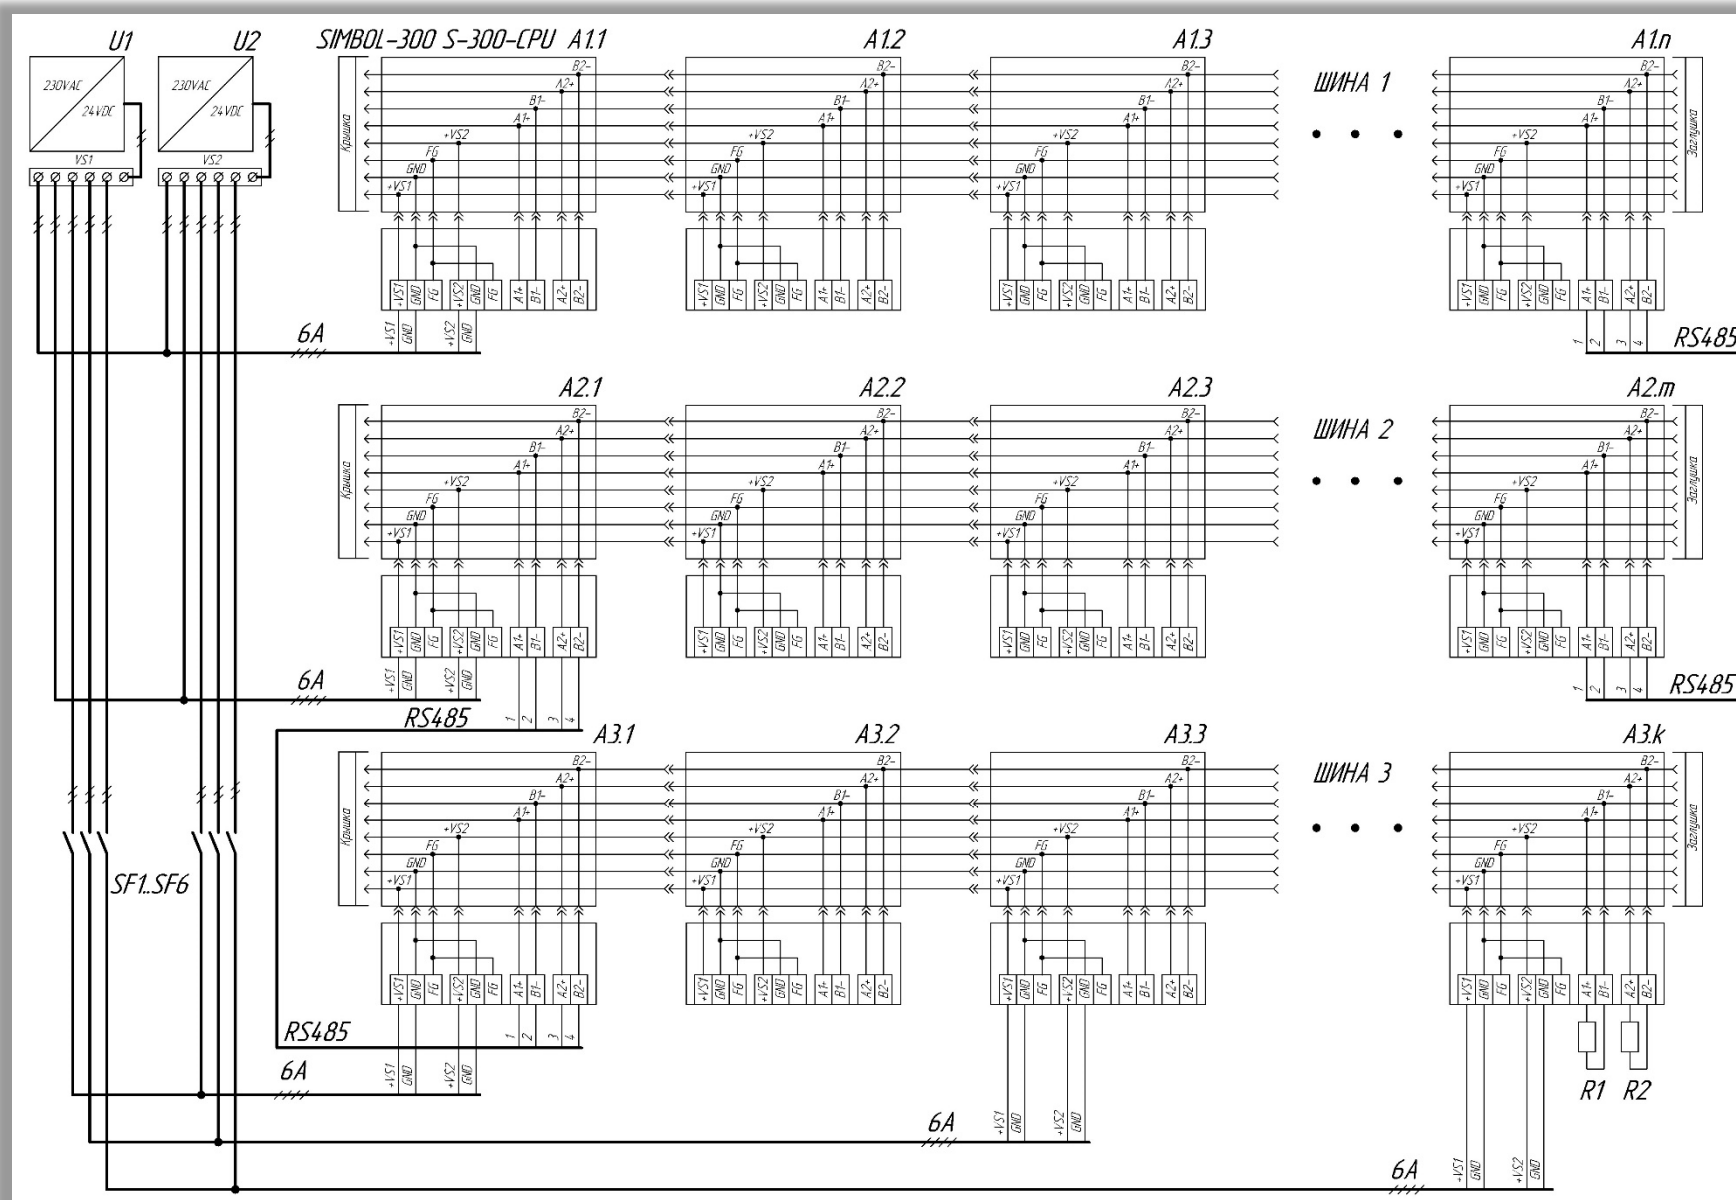

Рисунок 9 – Пример организации питания шин и подключения RS-485
4.4 При большом количестве модулей ввода-вывода контроллера Simbol-300 S-300-XXXX рекомендуется разделять шинные модули на несколько шин с индивидуальным питанием каждой шины от внешнего источника питания. Смотрите рисунок 9, Шина 1 и Шина 2.
4.5 При необходимости сборки шин с суммарным током потребления более 6 А рекомендуется делать дополнительные промежуточные подключения от внешних источников питания. Смотрите рисунок 9, Шина 3, шинный модуль А3.3.
4.6 При организации дополнительных промежуточных подключений, в цепи питания необходимо добавить автоматические выключатели постоянного тока с соответствующим номинальным током срабатывания. Смотрите рисунок 9, SF1 ... SF6.
5.2 При сборке шин на шинный модуль A1.1 (см. рисунок 9) всегда подключается модуль центрального процессора Simbol-300 S-300-CPU, если он задействован в схеме.
5.3 При сборке шин с резервированием CPU на шинные модули A1.1 и A1.2 (см. рисунок 9) всегда подключаются модули центрального процессора Simbol-300 S-300-CPU-D, если они задействованы в схеме.